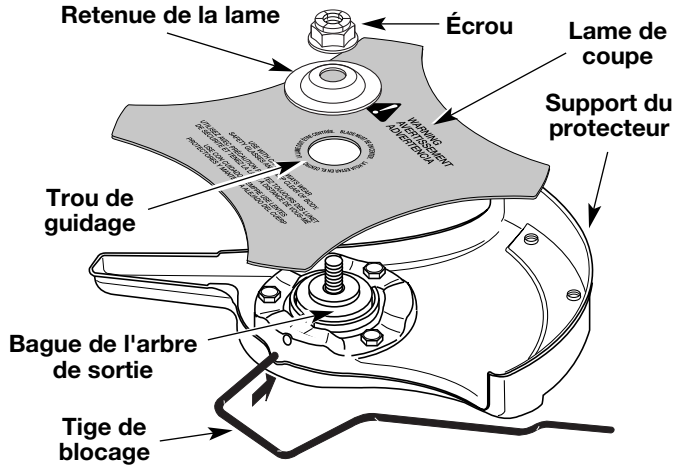

Fig. 11
- Placez la lame de coupe sur la bague de l'arbre de sortie (Fig. 11).